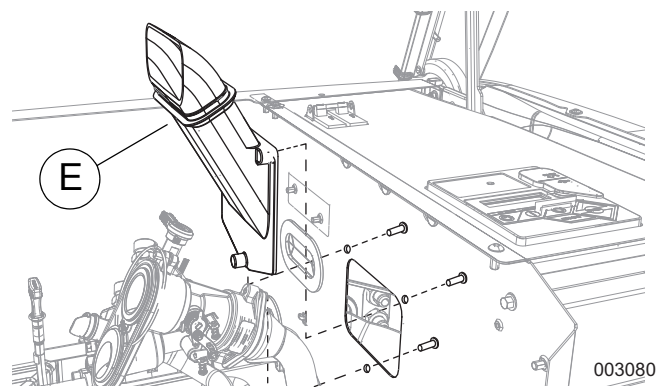

Рисунок 8. Снятие патрубка (11–22 кВт)
3. См. **Рисунок 8**. Выкрутите три монтажных винта позади разделительной панели двигателя, чтобы отсоединить патрубок (Е).